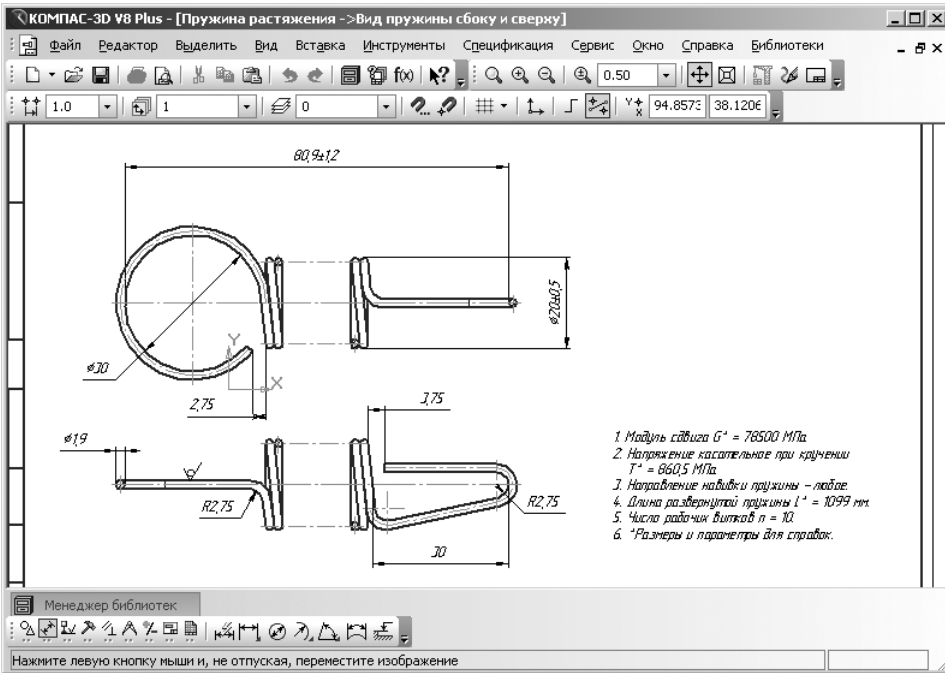

Рис. 4.27. Изображение пружины растяжения с заданными параметрами
- щелкните в диалоговом окне **Построение пружины растяжения** по кнопке **ОК** для перехода к изображению пружины растяжения с заданными параметрами. Это может выглядеть так, как показано на рис. 4.27.